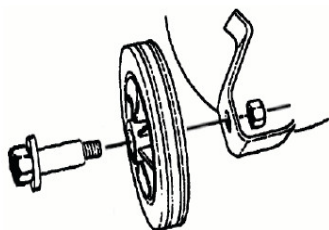

Fig. 3: Montage van de wielen
1. Indien nodig, monteer eerst de wielen en/of de trillingdempende elementen (fig. 3).